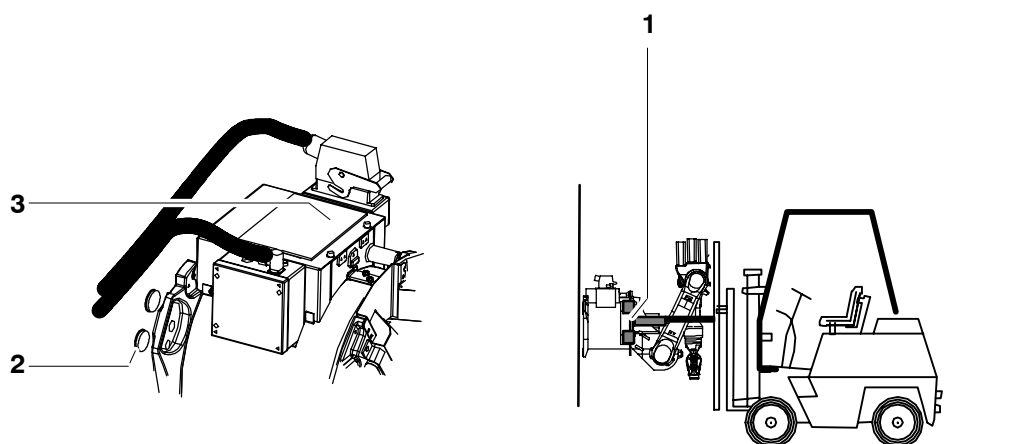

Fig. 77 Démontage du robot monté au mur
- (3) Desserrer et retirer la terre et tous les connecteurs du tiroir (Fig. 77/3).
- (4) Le cas échéant, démonter les câbles électriques et les flexibles des deux interfaces de l'alimentation en énergie A1 ainsi que les autres câbles de périphérie du robot.